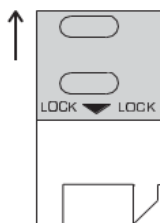

Bild 1
1. Schieben Sie das Oberteil der Halterung nach oben, um es zu entriegeln (Bild 1).